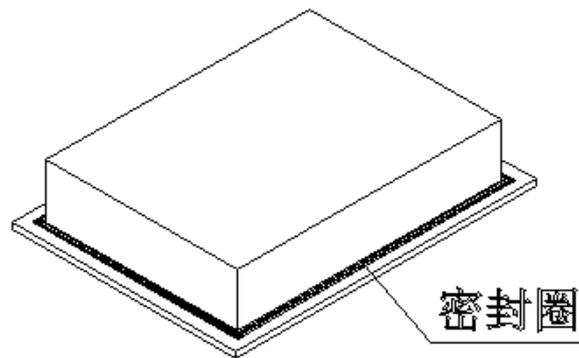

图 4-3 ALC 控制器密封圈安装位置图
- 请确定是否随 ALC 控制器一起提供了橡胶密封垫圈（1 根）、成套的安装夹具（4 个）。请确认已将橡胶圈放入 ALC 控制器槽内。具体如图 4-3 所示：